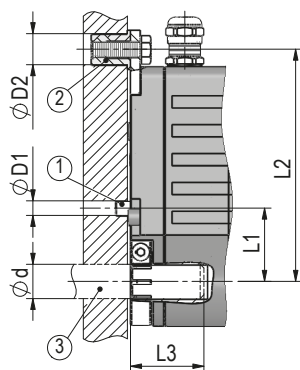
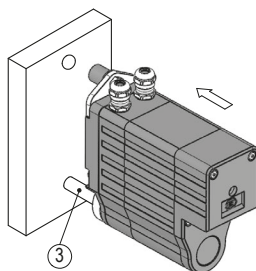
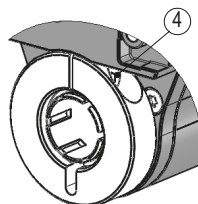
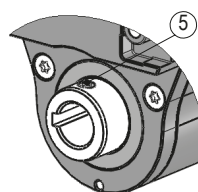

Abb. 1: Einbaumaße
Abb. 2: Montage
Abb. 3: Anzugsmoment Schrauben
Abb. 4: Welle mit Passfedernut
- ▶ Sorgen Sie für einen geringen Wellen- und Winkelversatz zwischen Welle und Aufnahmebohrung durch geeignete Fertigungsmaßnahmen (siehe Abb. 1 + Tab. 1).
Vorbereitung Montage (Abb. 1, Abb. 2, Abb. 3):
Montage (Abb. 1, Abb. 2, Abb. 3, Abb. 4):